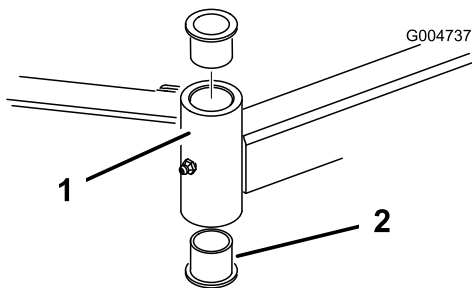

図 25
4. ピンポンチを使って、チューブの上または下からブッシュをたたき出す 図 25。もう1個のブッシュについても同様にして取り出す。チューブの内部をきれいに清掃する。